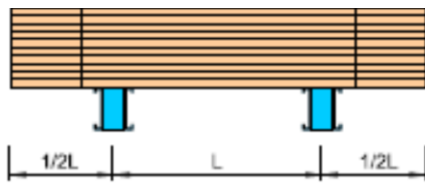
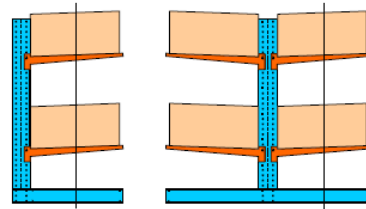

Рис. 3
Рис. 4
3.5. Груз должен быть расположен минимум на двух консолях, допускается выход груза по длине стеллажа за пределы консолей максимум на 50% величины межстоевого расстояния стоек (рис. 3). По длине горизонтальной консоли груз должен располагаться равномерно (рис. 4), строго по центру консоли и базы, за пределы горизонтальных консолей не выходить.